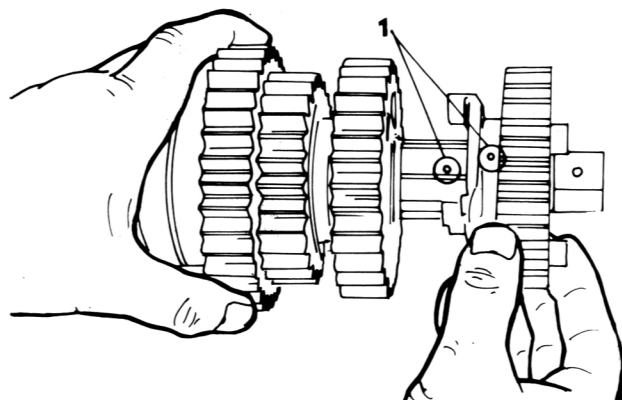

Bild 87
- Das Loch im Zahnrad C5 auf das Loch in der Gegenwelle ausrichten (Bild 87).